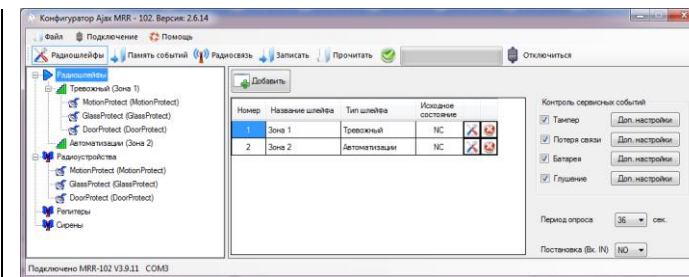

РИС. 12. Вкладка «Радиощлейфы»
5.4. Во вкладке «Радиощлейфы» (РИС. 12) можно создать необходимые охранные зоны и добавить в них датчики и устройства (см. п. 4.2.), а также настроить дополнительные параметры работы датчиков, устройств и зон (см. п. 6.4. – 6.6.).